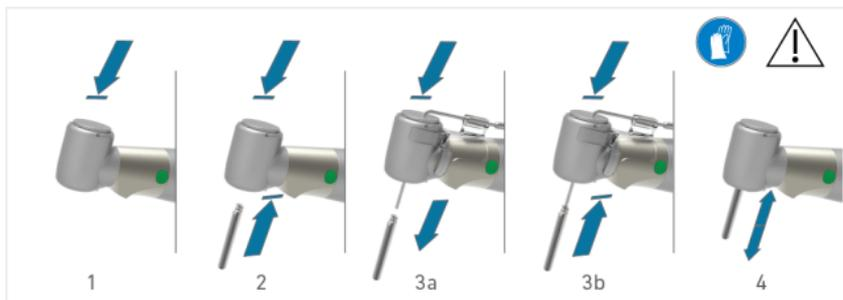

図.3
1. プッシュボタンを押し、同時にバーを取り外します (図.3 ステップ1)。
2. プッシュボタンを押し、新しいツールをしっかりと押し込んでからプッシュボタンを放します (図.3 ステップ2)。
3. Kirschner Meyer イリゲーションシステムが使われている場合、冷却チューブを所定位置に置いたままツールを交換することを推奨します (図.3、ステップ3aと3b)。
バーがスムーズに回転できること、およびトラクションがなかったときにはバーが定位置にとどまることを確認します (図.3 ステップ4)。
2. バーを取り外します(図.3 ステップ1)。